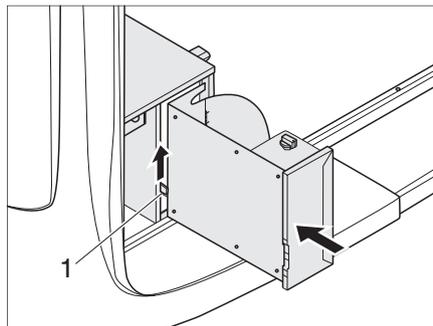

Fig. 79 Inserimento del cassetto del fornello a gas
- ▶ Spostare il bloccaggio (Fig. 79,1) verso l'alto e inserire il cassetto del fornello a gas fino a quando il bloccaggio si aggancia.